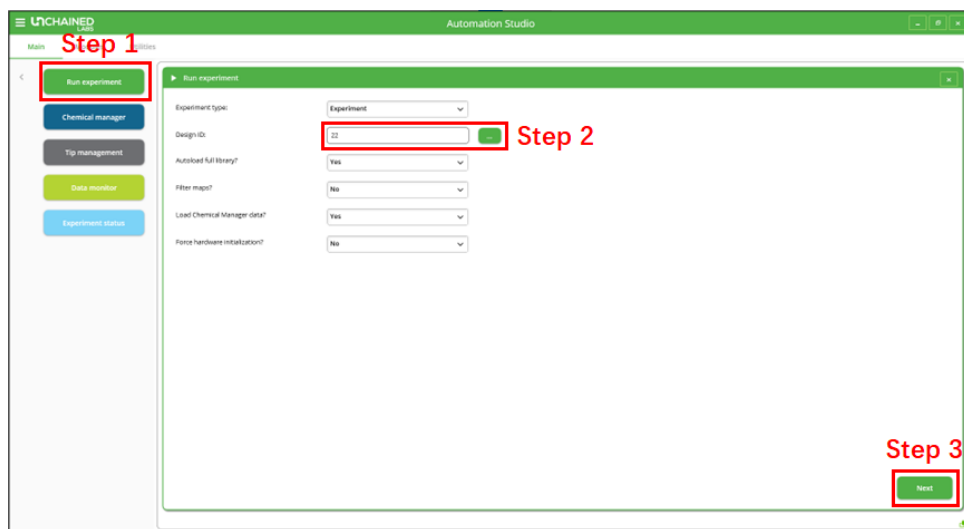

图 6-4-4
1) 在仪器完成初始化后，点击“Run Experiment”，输入此次 LS 软件中生成的 Design ID，或点击  在 Project 中寻找此次需要运行的 Design ID（图 6-4-4，其余选项建议选择默认值，如需要调整，可与仪器管理员沟通），点击 Next。